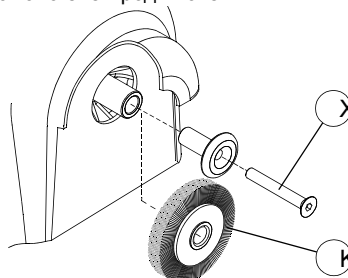

Рис. 16
- 2) с помощью прилагаемого гаечного ключа открутите стопорный винт щетки (рис. 16);